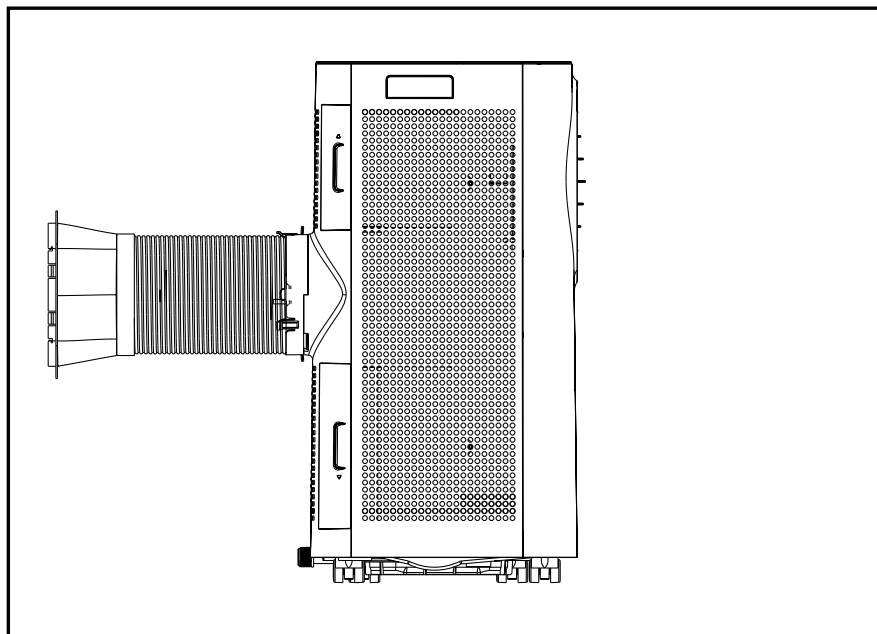

Fig. 6
- Dopo aver montato il condotto dell'aria, inserire il raccordo nella bocchetta di uscita dell'aria calda sul retro come indicato nella Fig. 6.